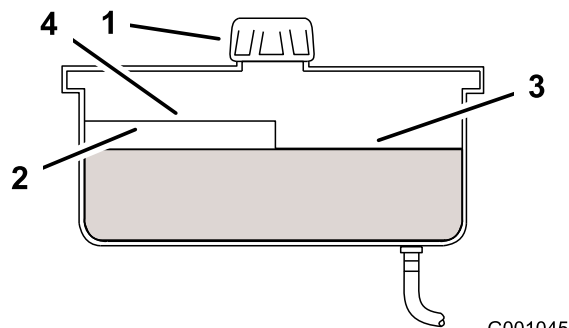

Figura 78
2. Pulite intorno al collo del bocchettone del serbatoio idraulico (Figura 78).
3. Togliete il tappo dal collo del bocchettone. Guardate all'interno per verificare se il serbatoio contiene del fluido (Figura 78).
Nota: Quando è caldo, il fluido deve raggiungere la parte superiore del livello a caldo sul diaframma (Figura 78).